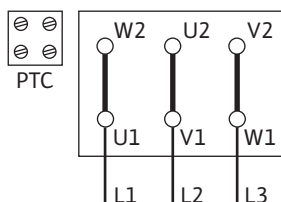
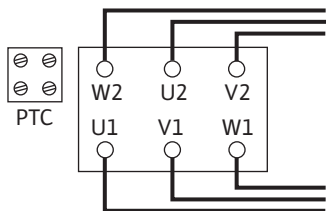

Fig. 5: Y-Δ-start
Fig. 6: Δ-koppling
- Nätanslutningen är beroende av motoreffekten P2, nätspänningen och tillslagstypen. Nödvändiga byglingar i kopplingsboxen anges i följande tabell samt Fig. 5 och Fig. 6.
Y-Δ-start (standard)	Ta bort byglingarna (Fig. 5).
Start via styrningen	Δ-koppling (Fig. 6)